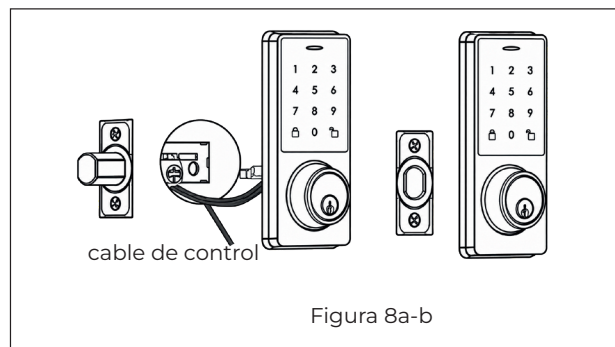

Figura 8a-b
- Compruebe que la junta de goma esté correctamente asentada en el conjunto exterior. (Figura 8a-b)